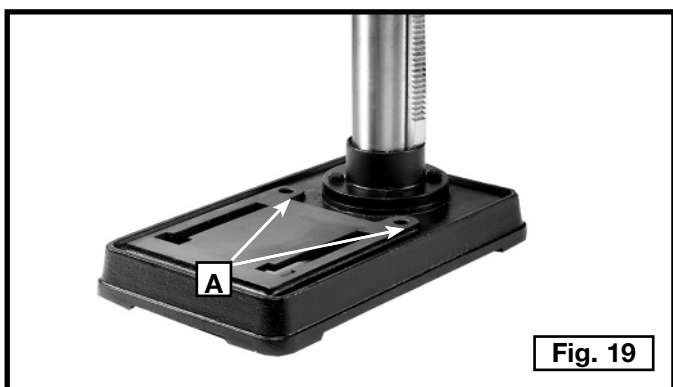

Fig. 19
Si durante la operación hay alguna tendencia para que la máquina incline encima, la diapositiva o la caminata en la superficie de soporte, la base de la máquina se debe asegurar a la superficie de soporte con un tornillo de la cabeza del carro de M8x1.25x125mm, arandela plana de 8.5mm, arandela de cerradura de 8.5mm, tuerca de tuerca hexagonal M8x1.25, a través de la Fig. 19 de dos agujeros (A), situada en la base de la máquina.